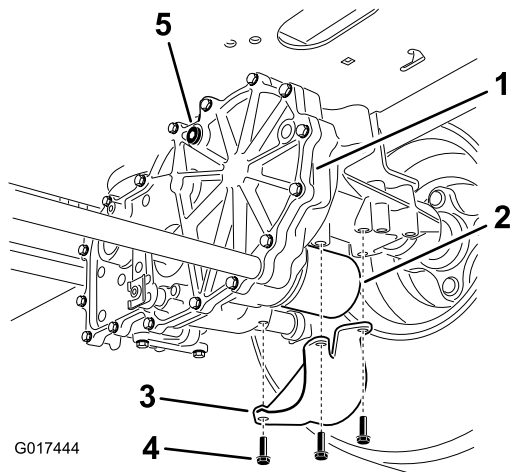

Figure 68
2. Localisez le filtre et les protections sur chaque transmission de la boîte-pont (Figure 68). Retirez les trois vis qui fixent la protection du filtre et déposez la protection.